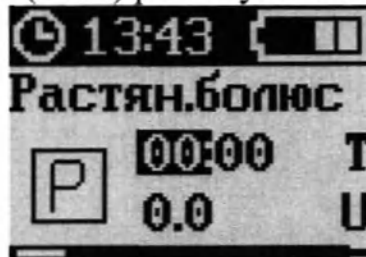

Рисунок 105 – Экран «РАСТЯН.БОЛЮС» (часы)
3. Нажать кнопку «ОК» для начала настройки растянутого болюса и для перехода к установке длительности (часы) растянутого болюса (рисунок 105).